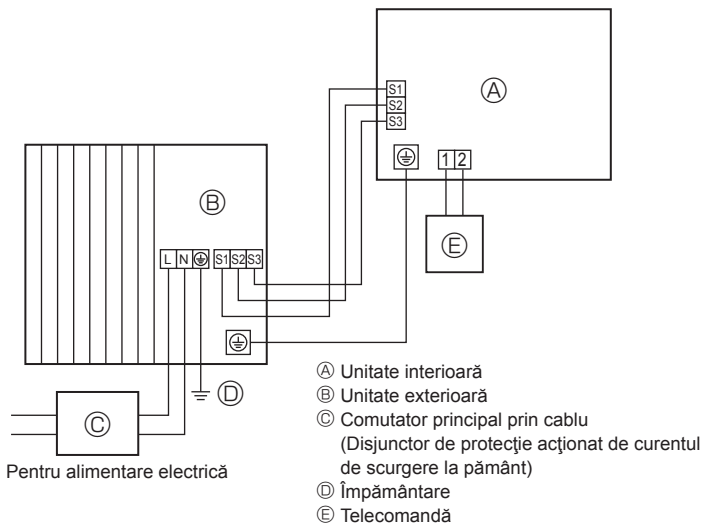
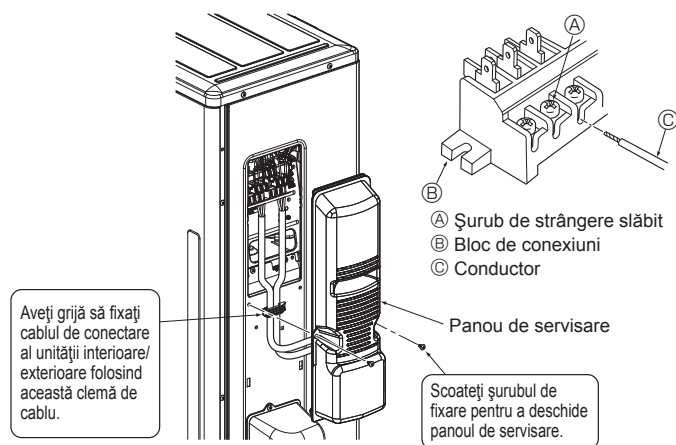
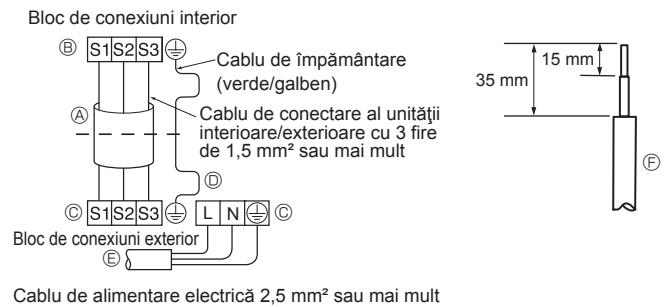

Fig. 6-1
Fig. 6-3
Fig. 6-2
6.1. Unitatea exterioară (Fig. 6-1, Fig. 6-2, Fig. 6-3)
- ① Demontați panoul de întreținere.
- ② Conectați cablurile respectând instrucțiunile din Fig. 6-1, Fig. 6-2 și Fig. 6-3.
- Efectuați cablarea conform diagramei din stânga jos. (Achiziționați cablul la nivel local) (Fig. 6-2)